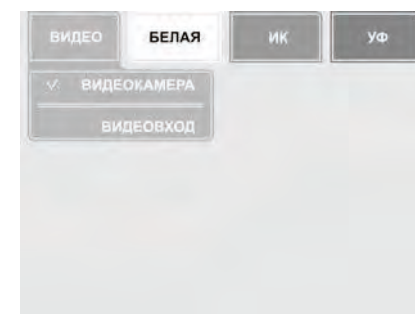
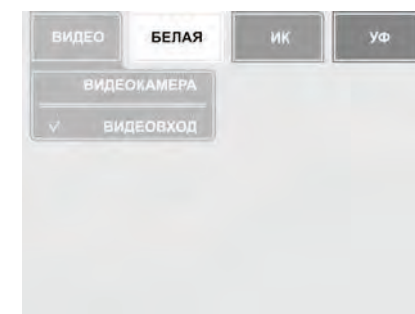

Рис. 18. Включение режима работы со встроенной камерой прибора
Рис. 19. Включение режима работы с телевизионной лупой
Для того, чтобы переключить прибор на просмотр при помощи встроенной камеры, необходимо в меню режимов работы выбрать пункт «**ВИДЕО**», а затем «**Видеокамера**» (см. Рис. 18). Для возврата к работе с телевизионной лупой необходимо нажать на клавишу «**LIGHT-SELECT**» или «**SELECT**» (⑩ или ⑪) на верхней части лупы или в подменю «**ВИДЕО**» меню режима работы выбрать пункт «**Видеоход**» (см. Рис. 19), после чего в верхней части экрана монитора будет выведено сообщение о необходимости установки требуемой подсветки на подключенной лупе.